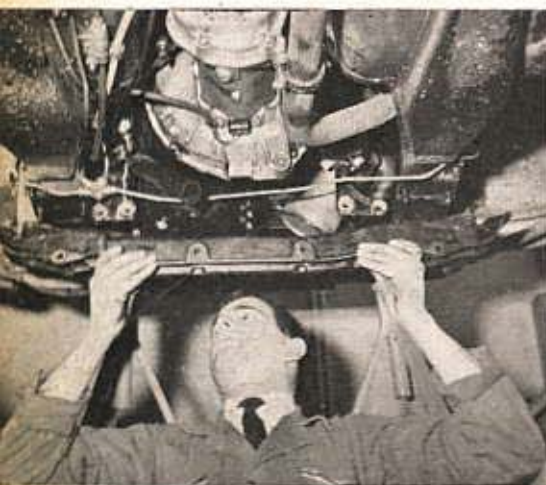

Fig. 122. — Dépose de la traverse avant
- Déposer la traverse (fig. 122).